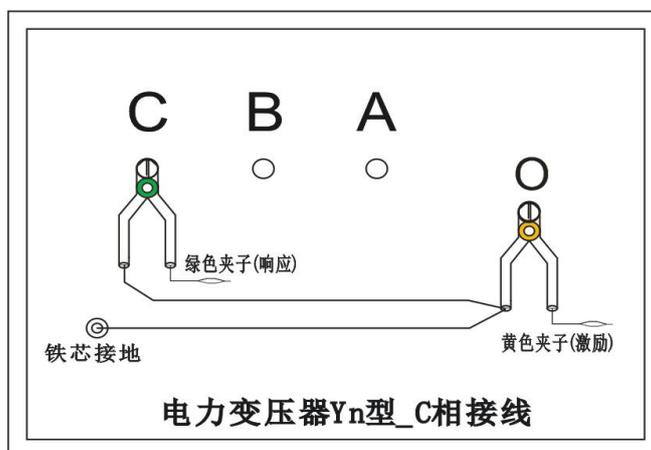

图 6
2.3.4 以上接线完成对三相 Y_n 形的 C 相测量接线，如图 6。